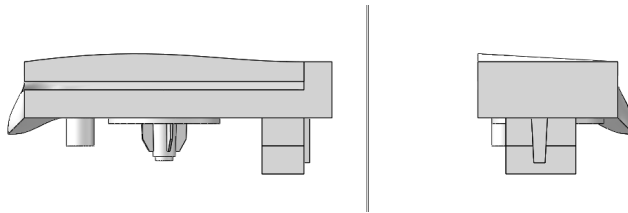

图 1-68 二视图-垂直
-  【二视图-垂直】：以前视图和右视图显示零件模型，如图 1-68 所示。